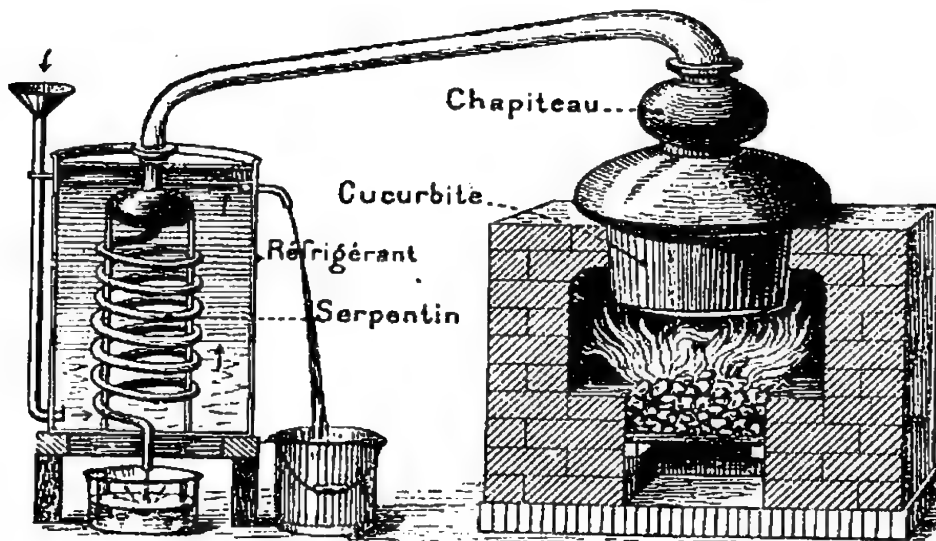

Fig. 34. — Alambic ordinaire.
**8. L'eau distillée est pure mais non potable.** — Pour distiller l'eau, on se sert d'un appareil appelé *alambic* (fig. 34). La vapeur d'eau qui se forme dans la chaudière traverse, dans un conduit appelé *serpentin*, un récipient plein d'eau froide nommé *réfrigérant*. En s'y refroidissant, elle se condense, elle redevient liquide. L'eau distillée n'est pas bonne à boire, parce qu'elle est privée d'air et de ses principes minéraux; elle est employée en pharmacie.